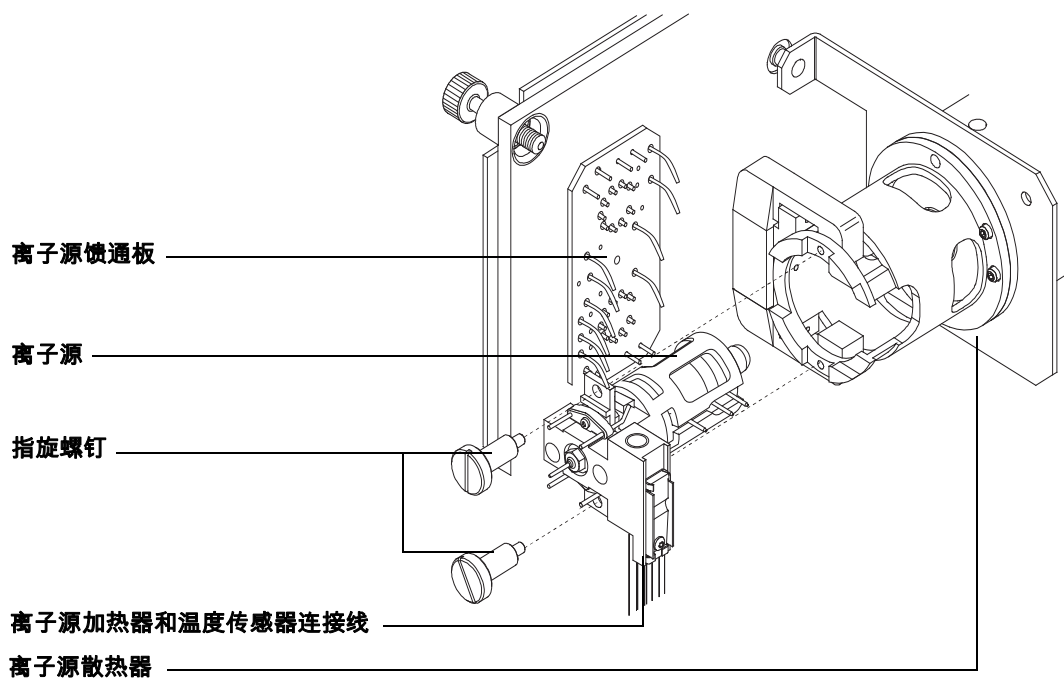

图 20 卸下 EI 离子源
- 3 从离子源上断开连接线。不要过分弯折这些连接线 (图 20 和表 15)。
- 4 找出从离子源加热器和温度传感器到馈通板的连接线。将其断开 (图 20)。